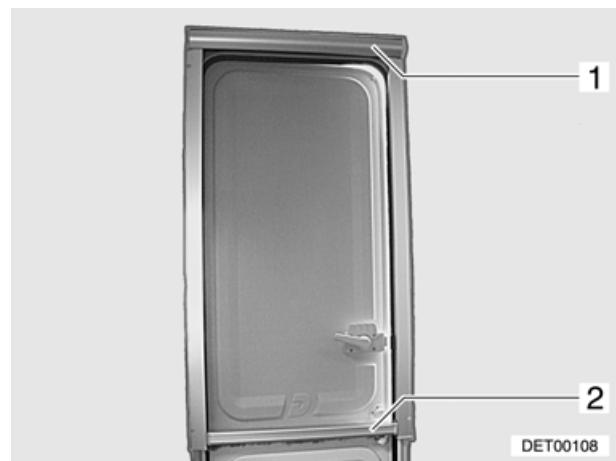

Fig. 17 Zanzariera a rullo
La zanzariera a rullo della porta di ingresso a scuderia si trova nella cassetta superiore (Fig. 17,1).
- Tirare la zanzariera a rullo verso il basso agendo sul listello (Fig. 17,2), finché non scatta.
- Premere leggermente il listello (Fig. 17,2) verso il basso finché l'elemento di fissaggio non si sgancia e ricondurre lentamente la zanzariera a rullo nella cassetta.